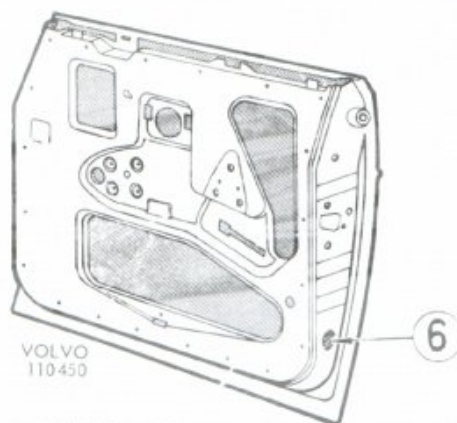

Bild 5. Dörr
Knopp för innerhandtag och plastkäpa i innerpanel demonteras. Alternativt kan hål borras i dörrens bakre gavel, se pos 6 bild 5.